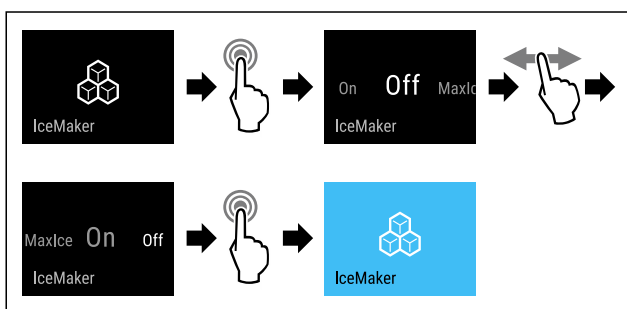

Fig. 16
- Genomför stegen (se Fig. 16).